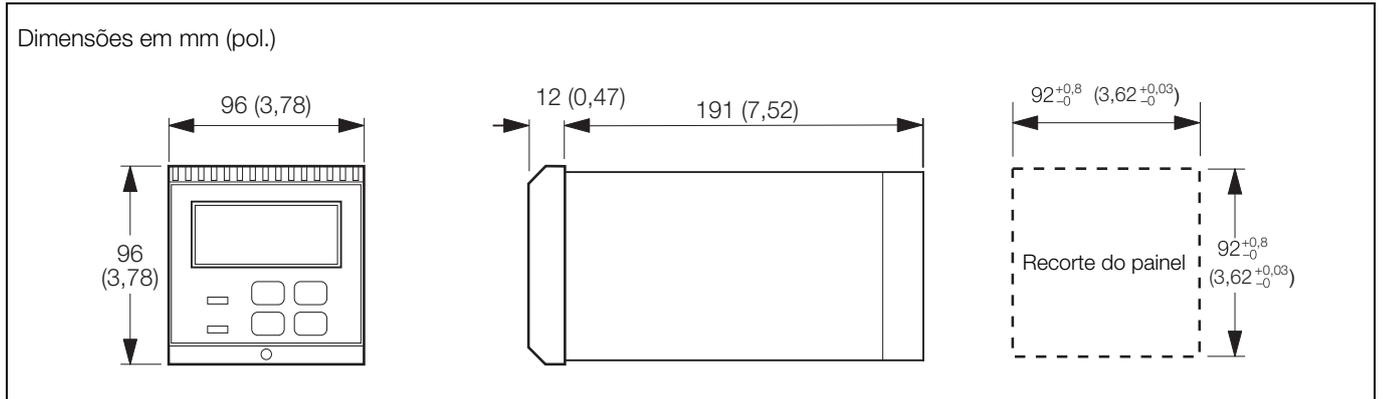

Fig. 3.6 Dimensões gerais
- 1 Corte um orifício no quadro (consulte a Fig. 3.6 para ver as dimensões). Os analisadores podem ser empilhados próximo de DIN 43835.